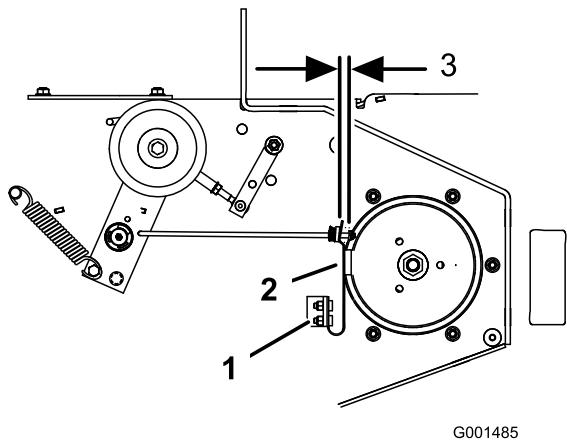

Figure 53
3. Le cas échéant, ajustez les boulons de fixation de ressort de sorte que la plaque de frein de lame frotte contre les deux côtés de la gorge de la poulie (Figure 53).
- Ajustez l'écrou à l'extrémité de la tige de frein jusqu'à ce que l'écrou et l'entretoise soient espacés de 3 à 5 mm (1/8 à 3/16") (Figure 53).